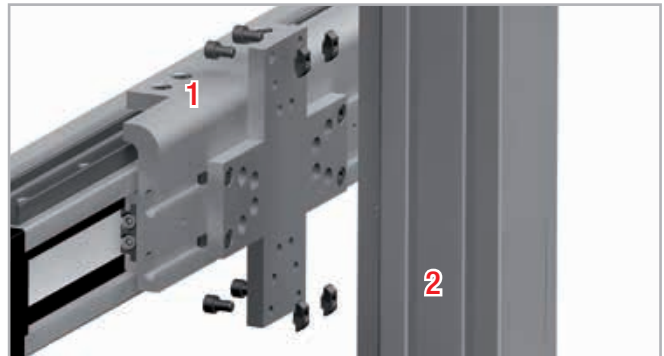

Fig. 97
4. Inserire le viti dall'altro lato della piastra di collegamento (vedi fig. 97).